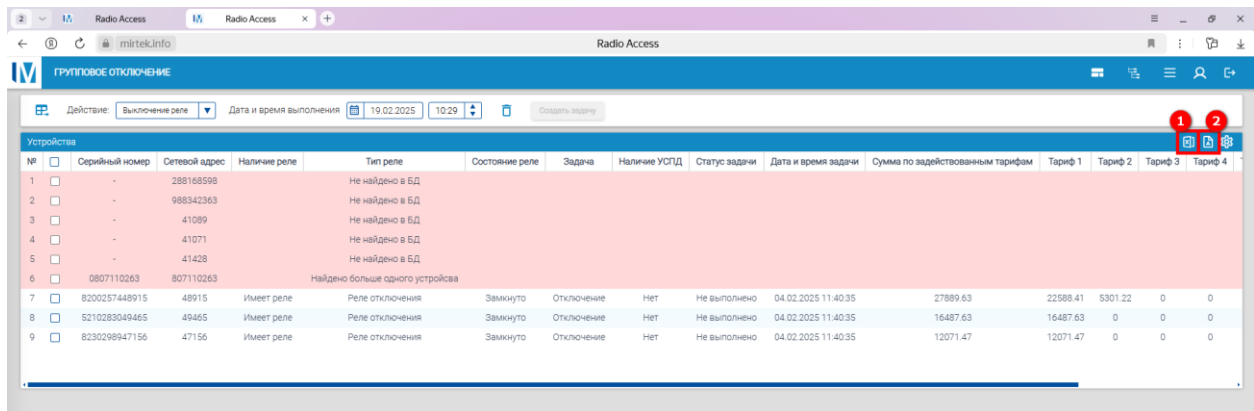

Рисунок 34 – Экспорт данных в формат Excel и PDF
С помощью кнопки  (1) (см. рисунок 34), расположенной в правом верхнем углу некоторых вкладок, можно осуществить экспорт данных в формат Excel. Нажимая кнопку  (2) можно осуществить экспорт информации в формат PDF.